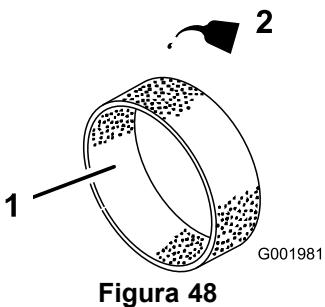

Figura 48
4. Ponga 30–60 ml de aceite en el elemento (Figura 48).